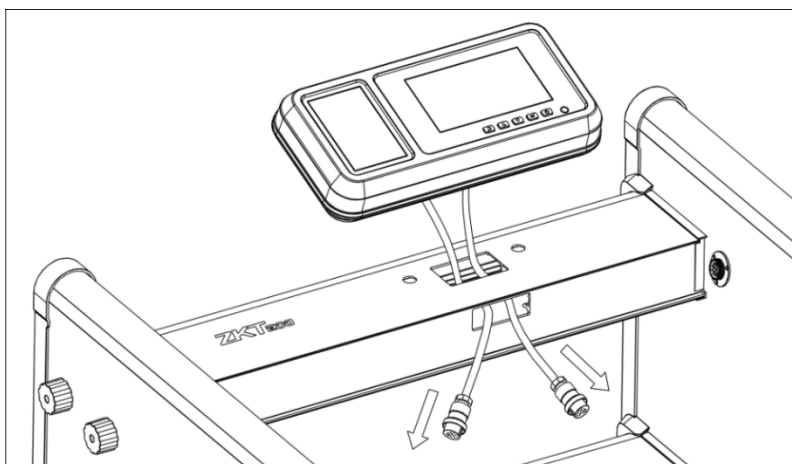

Рис. 3-7
**Этап 6:** пропустите сигнальную линию блока управления через отверстие передней балки, как показано на Рис. 3-7 ниже.